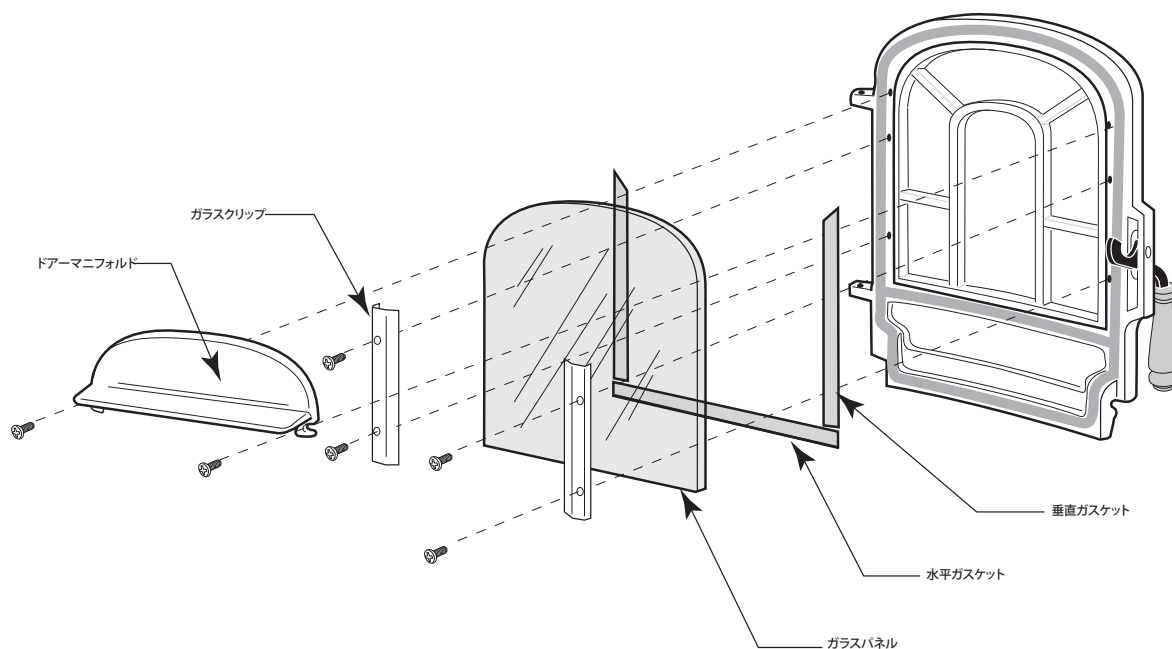

図3 2 ドアガラスの取り付け
3. ガスケットを点検します。とくに何も問題がないときは、そのままにしておきます。交換しなければならないときは、必ず指定のガスケット以外には使わないでください。ウインドー開口部の周囲の溝にゴミやほこりが詰まっていないことを確認してください。三本のガスケットを図3 2に従って、パネルのはめ込み部に入れてください。